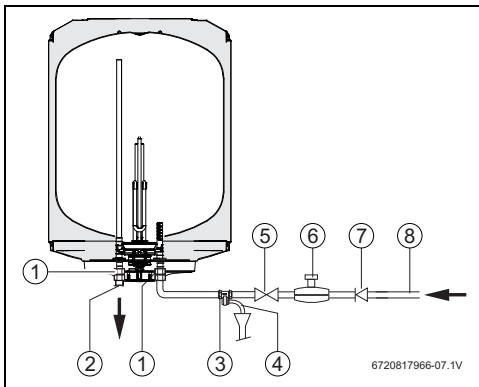

Fig. 8 Collegamento acqua
Si raccomanda di installare una valvola di non ritorno a monte dello scaldacqua elettrico per prevenire disfunzioni derivanti da sbalzi di pressione improvvisi nell'alimentazione dell'acqua (fig. 8, [7]) - installata in conformità a UNI EN 1487 e s.m.i..
- ▶ Inserire un limitatore di pressione nel raccordo dell'acqua fredda dello scaldacqua (fig. 8) - installato in conformità a UNI EN 1487 e s.m.i..
- ▶ installare una valvola by-pass (fig. 8). Tale valvola è sempre attiva quando la pressione dell'acqua nello scaldacqua elettrico supera gli 8 bar (± 1 bar), e l'acqua di uscita CS deve essere quindi convogliata.